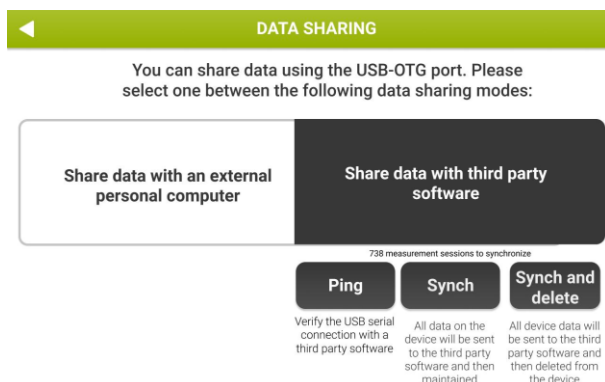

Figura 20 - Opciones disponibles para compartir datos con software de terceros
3. Tras el reinicio, vaya a la misma pantalla (*Admin – Data Sharing – Data Sharing via USB-OTG*); aparecerán tres botones más: *Ping*, *Sync* (Sincronizar) y *Sync and Delete* (Sincronizar y borrar) (Figura 20)